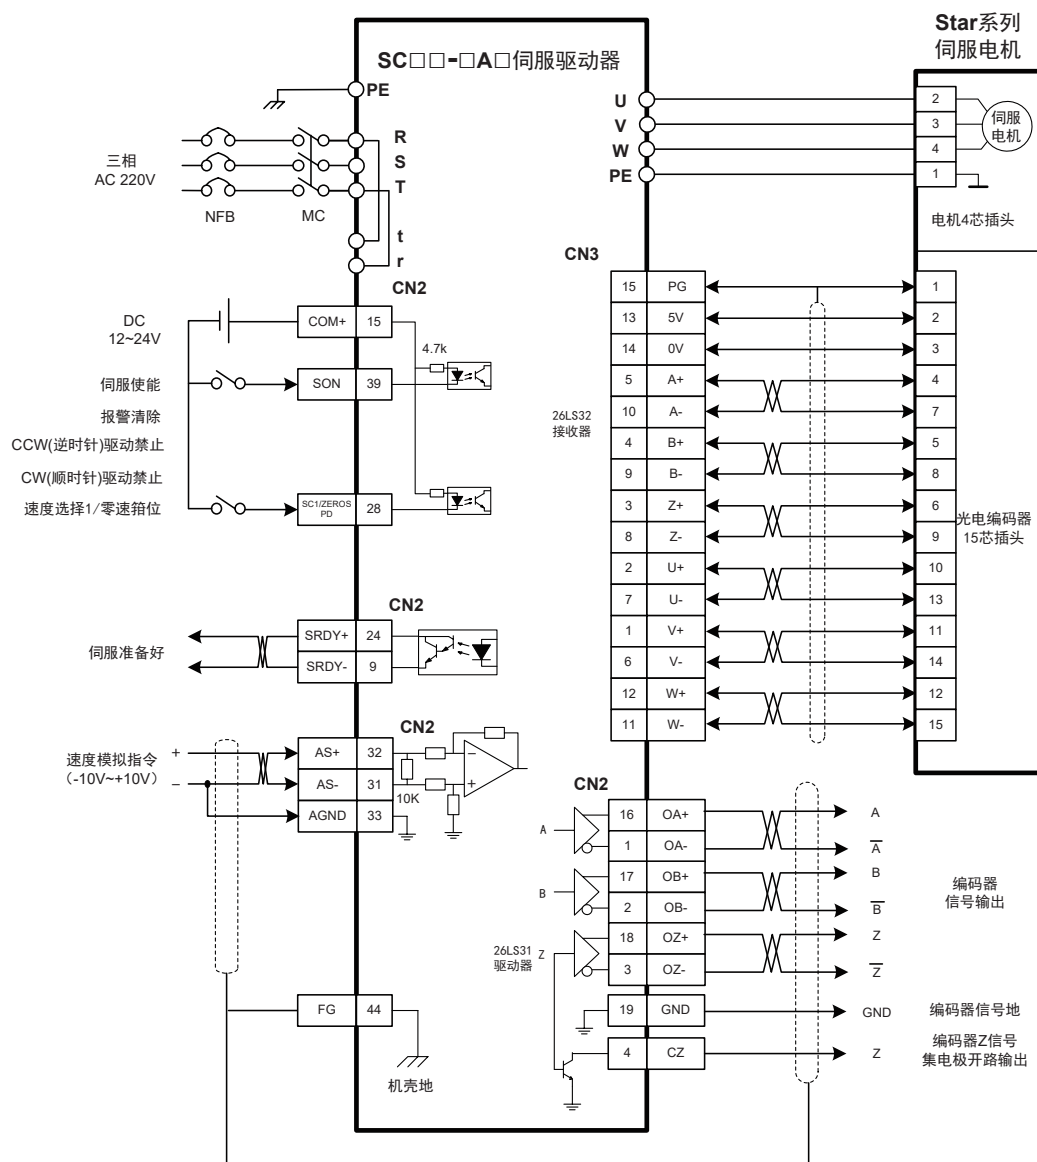

图 7.11 DB接口速度控制模式的简单接线图
- 按图 7.11 接线，主电路端子，三相 AC 220V 接 R、S、T 端子。